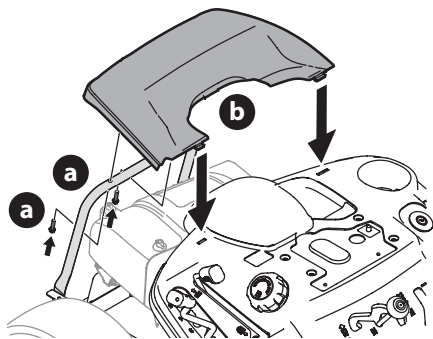

Figura 13
1. Extraiga los dos tornillos hexagonales instalados en fábrica (a) que están ubicados en la tapa trasera del motor (b). Guarde los tornillos hexagonales (a) para uso posterior (Figura 13).
2. Coloque la tapa trasera del motor (b) ubicándola en su lugar (Figura 13). Incline la tapa trasera del motor (b) hacia adelante para que calce dentro de las ranuras provistas, luego rótelas hacia atrás para alinear los orificios de montaje.
3. Sujete la tapa trasera del motor (b) con los dos tornillos hexagonales (a) que se extrajeron en el Paso 1. No ajuste demasiado (Figura 13).